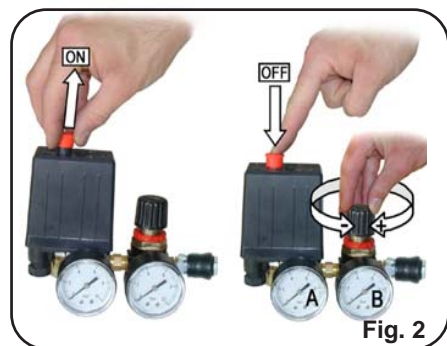

Fig. 2
➔ Le manomètre **A (Fig. 2)** indique la pression à l'intérieur de la cuve.
Pour régler la pression de sortie d'air, il faut tourner la molette (**Fig. 2**)
Le manomètre **B (Fig. 2)** indique la pression utilisable en sortie de raccord, n'utiliser l'outil que lorsque la pression dans la cuve est supérieure à la pression d'emploi de l'outil.
- > Mettre l'interrupteur en position «Off». (**Fig. 2**)
- la membrane interne au réducteur de pression (fig.2) est déchirée, la remplacer.